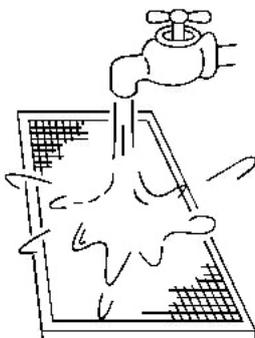

Fig. 6
- O lado da entrada do ar deve estar voltado para baixo quando utilizar água. (Ver a Fig. 6)